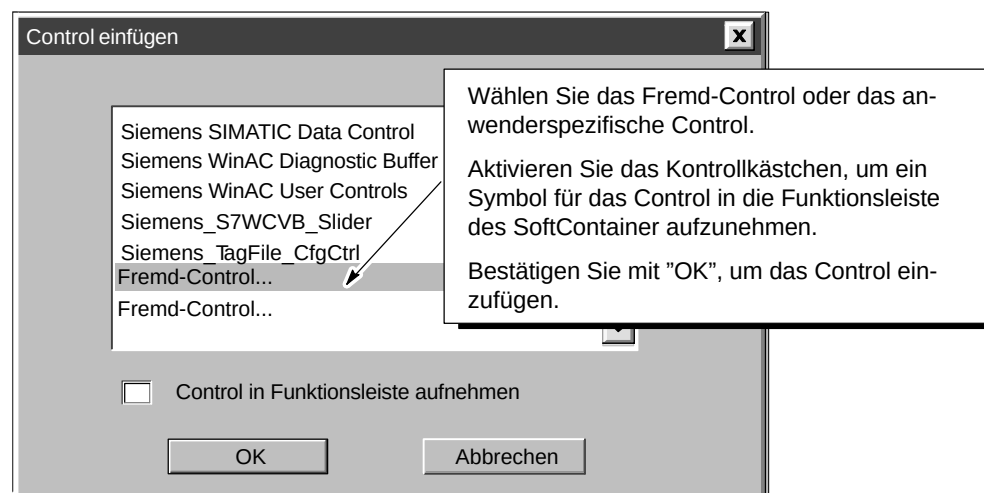

Bild 8-4 Einfügen eines Fremd-Control in ein Prozeß-Formular
2. Wählen Sie ein anwenderspezifisches Control oder ein Fremd-Control aus, das in das Prozeß-Formular aufgenommen werden soll (siehe Bild 8-4). (Sie können für das Control ein Symbol in die Funktionsleiste des SoftContainer aufnehmen, wenn Sie das Kontrollkästchen "Control in Funktionsleiste aufnehmen" aktivieren. Dann können Sie weitere Controls über das Symbol in der Funktionsleiste in Ihr Prozeß-Formular aufnehmen.)